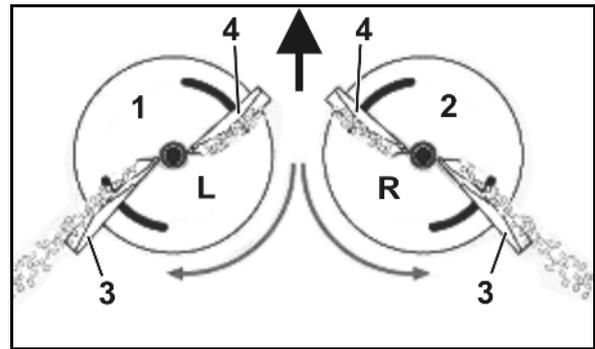

Fig. 19
- disco dispersor esquerdo (Fig. 19/1) com marca **L**.
- disco dispersor direito (Fig. 19/2) com marca **R**.
- Comprida (Fig. 19/3) - escala de ajuste com valores de 35 a 55.
- Curta (Fig. 19/4) - escala de ajuste com valores de 5 a 28.